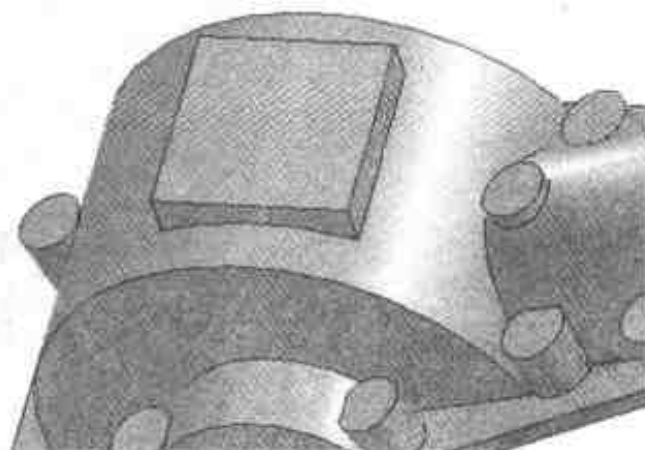

图 2.27 完成图素的旋转
- (5) 利用三维球沿着以圆柱体中心线为轴顺时针旋转  $15^\circ$ ，结果如图 2.27 所示。